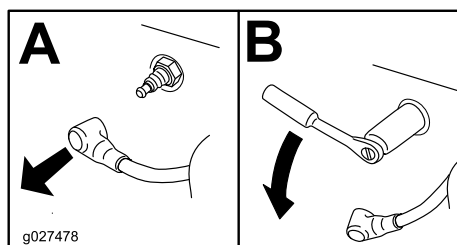

Bild 35
3. Ermitteln und entfernen Sie die Zündkerze(n), wie in Bild 35 abgebildet.